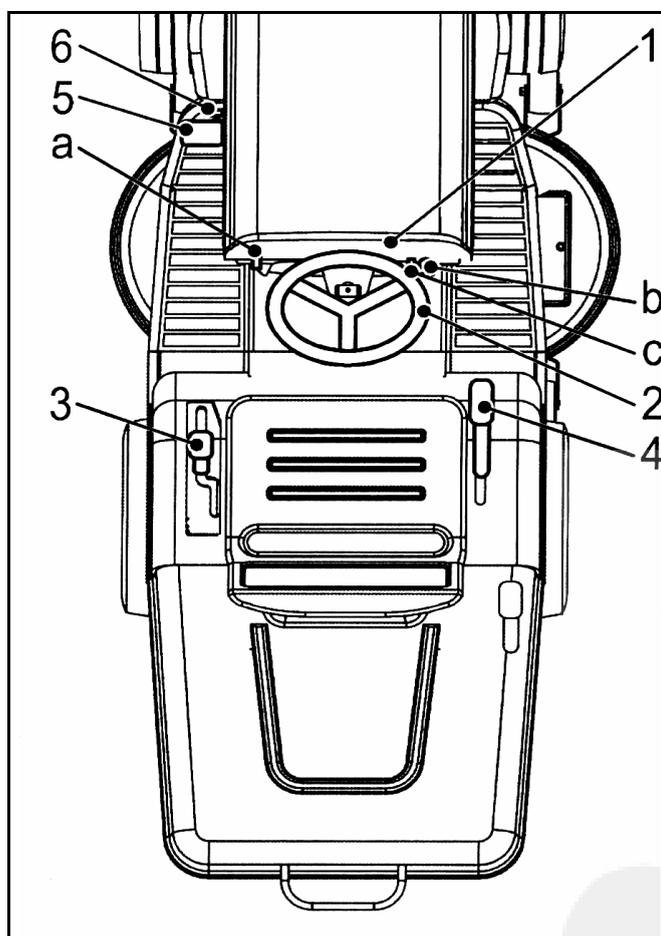

Fig. 11
COMMANDES (Fig. 11)
FONCTIONNEMENT ET DESCRIPTION (Fig. 11)
Levier "Départ de coupe" (Fig. 11, pos.5)